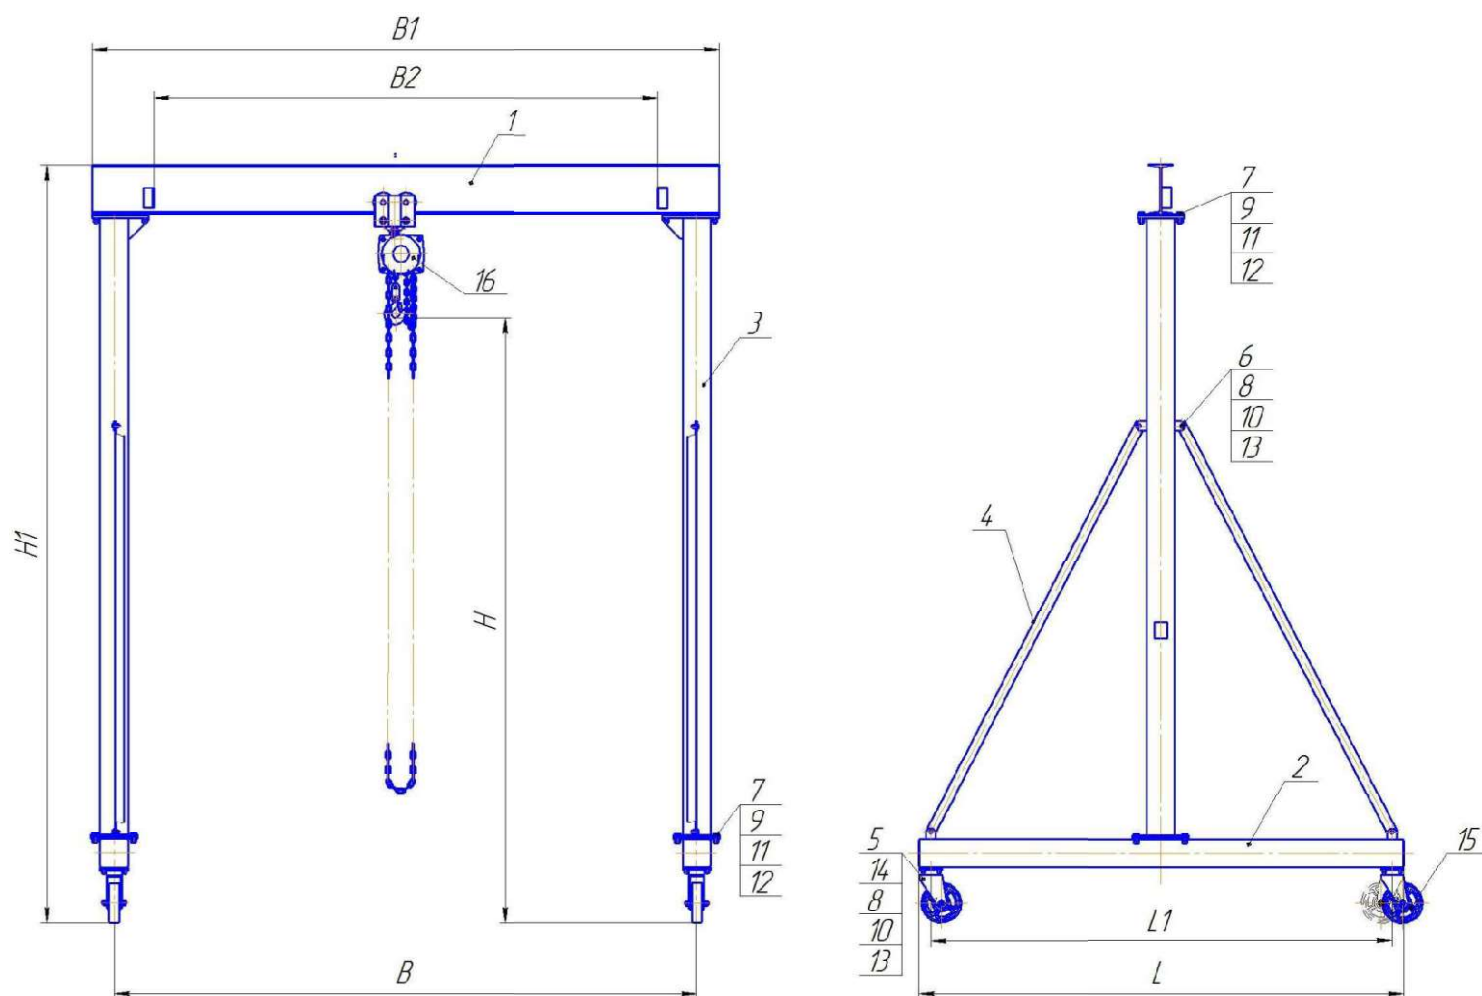

Рис. 1. Общий вид устройства
- 4.1. Устройство (Рис. 1) состоит из балки пролетной 1, на которую навешивается таль 16, балок опорных 2, стоек 3, укосин 4, колес неповоротных 5 и колес поворотных 15. Все составляющие крепятся между собой стандартными крепежными изделиями.